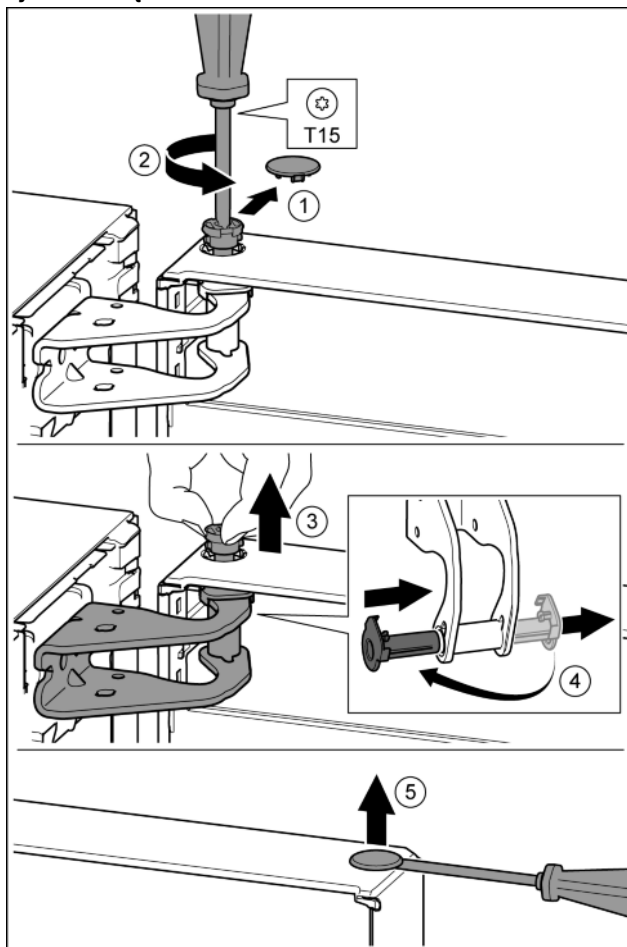

Fig. 12
- ▶ Ostrożnie zdjąć osłonę zabezpieczającą. Fig. 12 (1)
- ▶ Sworzeń wykręcić nieco przy pomocy śrubokręta T15. Fig. 12 (2)
- ▶ Przytrzymać drzwi i wyjąć sworzeń palcami. Fig. 12 (3)
- ▶ Tuleję łożyskową wyjąć z prowadnicy. Założyć z drugiej strony i założyć. Fig. 12 (4)
- ▶ Zatyczkę ostrożnie podważyć przy pomocy śrubokręta i wyjąć z tulei łożyskowej drzwi. Fig. 12 (5)